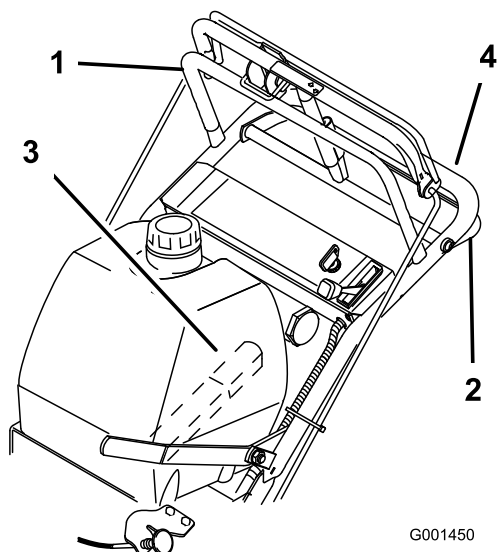
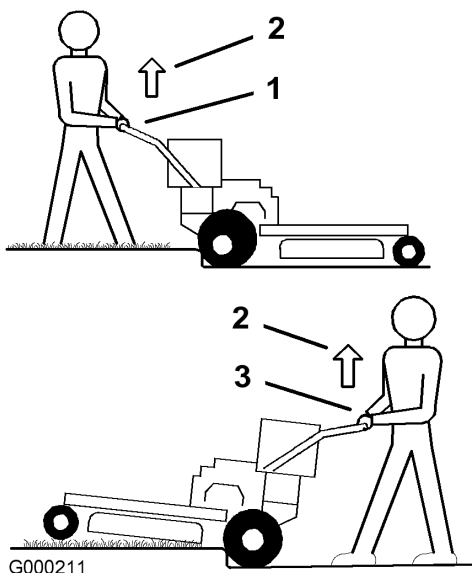
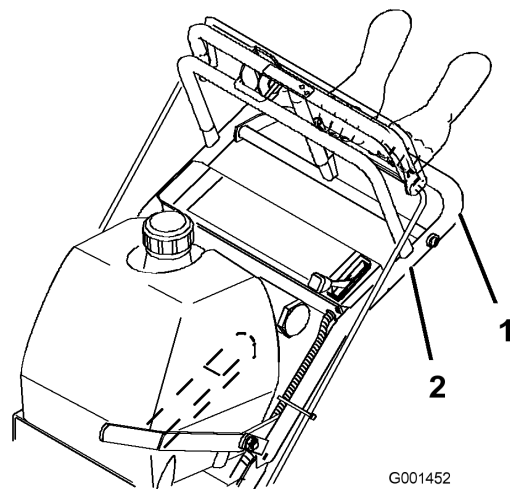

Figure 9
Figure 10
Figure 11
1. Pour vous déplacer en marche avant, sélectionnez une vitesse en marche avant (Figure 9).
3. Appuyez lentement sur la barre de commande supérieure pour avancer (Figure 9).
Pour vous déplacer en ligne droite, appliquez une pression égale aux deux extrémités de la barre de commande supérieure (Figure 9).
Pour tourner, relâchez la pression sur le côté de la barre de commande supérieure dans la direction que vous voulez prendre (Figure 9)
3. Rapprochez lentement la barre de commande inférieure de la partie inférieure du guidon pour vous déplacer en marche arrière (Figure 9).
3. Conduisez la machine jusqu'à ce que les roues pivotantes rencontrent la bordure (Figure 10).
4. Appuyez sur le guidon pour soulever l'avant de la machine (Figure 10).
5. Conduisez la machine jusqu'à ce que les roues motrices rencontrent la bordure (Figure 10).
6. Abaissez l'avant de la machine (Figure 10).
7. Engagez la barre de commande inférieure et soulevez la partie inférieure du guidon simultanément pour monter sur la bordure (Figure 9 et Figure 10).
- Conduisez la machine jusqu'à ce que les roues motrices rencontrent la bordure (Figure 10).
- Engagez la barre de commande inférieure et soulevez la partie inférieure du guidon simultanément (Figure 9 et Figure 11).